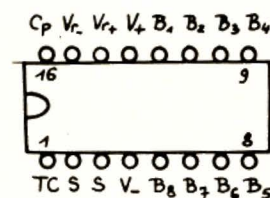

FIGURE 3. - Brochage du DAC-08.
Le DAC-08, dont la figure 3 donne le brochage et la figure 4 la structure interne schématique, a la particularité d'un temps d'établissement très court : de l'ordre de 90 ns ! C'est donc un circuit rapide, même s'il ne l'est pas autant que nous l'aurions souhaité. Il requiert une double alimentation de  $\pm 15 \text{ V}$ , une tension de référence de 10 V. On peut le monter soit en référence positive, soit en référence négative. Nous avons retenu la première solution. Les entrées binaires s'adaptent à toutes les familles logiques existantes, en fonction du branchement du picot 1 (TC). Elles conviennent donc à la LSTTL, retenue pour le système de comptage, à condition de relier TC à la masse.